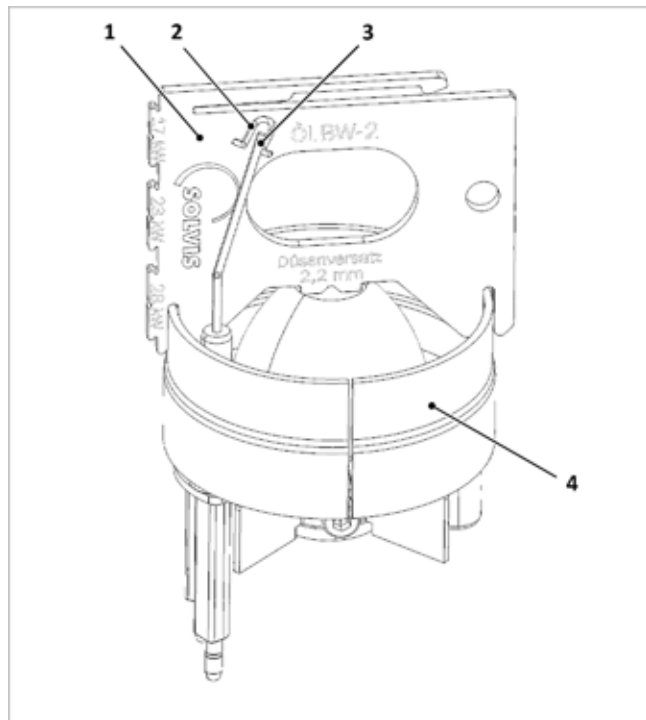

Fig. 118 : contrôle des électrodes d'allumage
1. Contrôlez la position des électrodes (3) conformément à la **fig. 118** et corrigez-la prudemment par torsion le cas échéant.
2. Contrôlez la longueur minimale. L'extrémité inférieure de la fenêtre de contrôle (2) du gabarit de réglage indique la longueur minimale des électrodes d'allumage. Si les électrodes ne sont plus qu'un peu plus longues, elles doivent être remplacées.